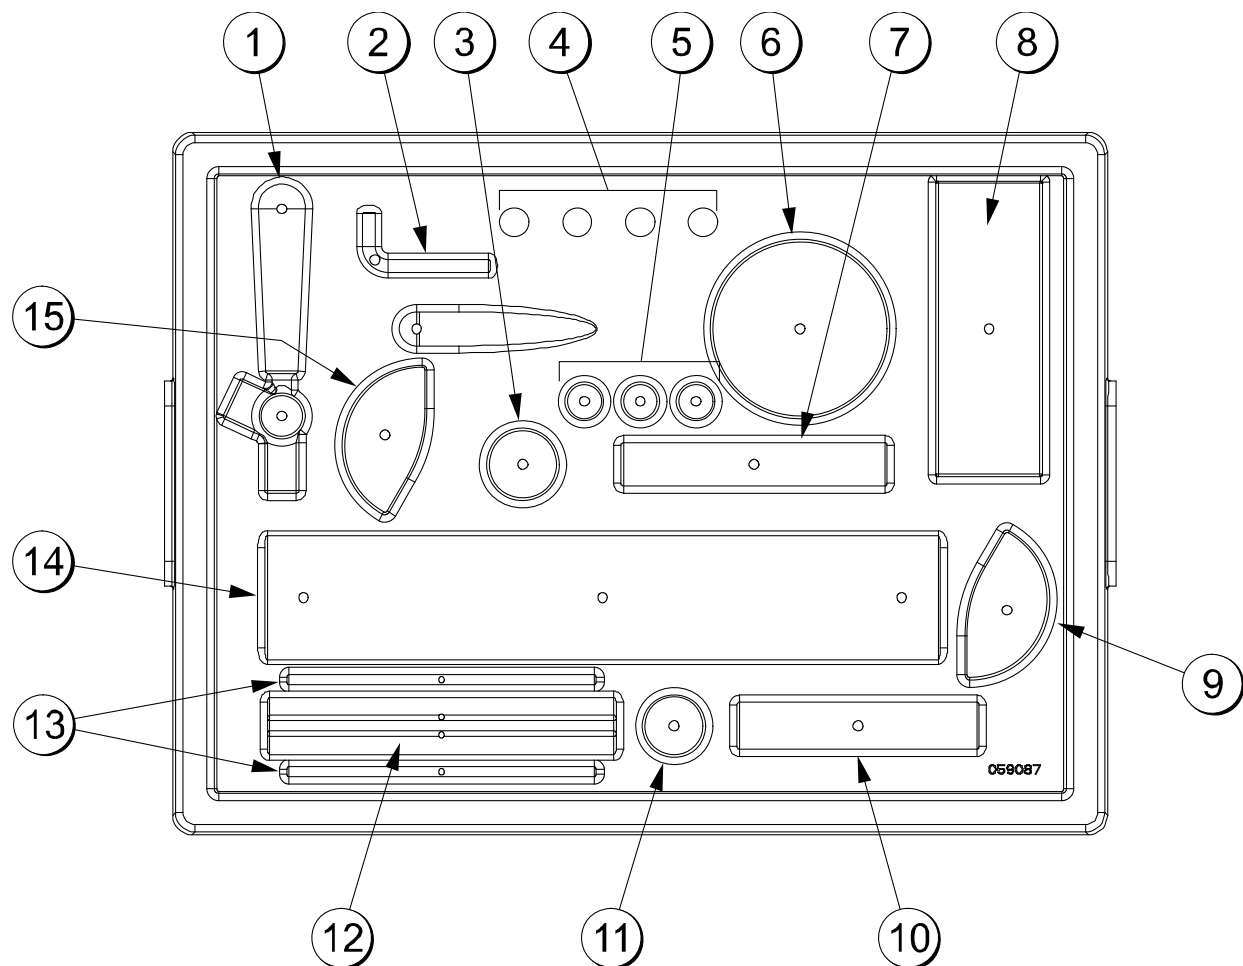

**Figura 16**
**059088 Bandeja para peças – Lado do shake (Veja figura 16)**